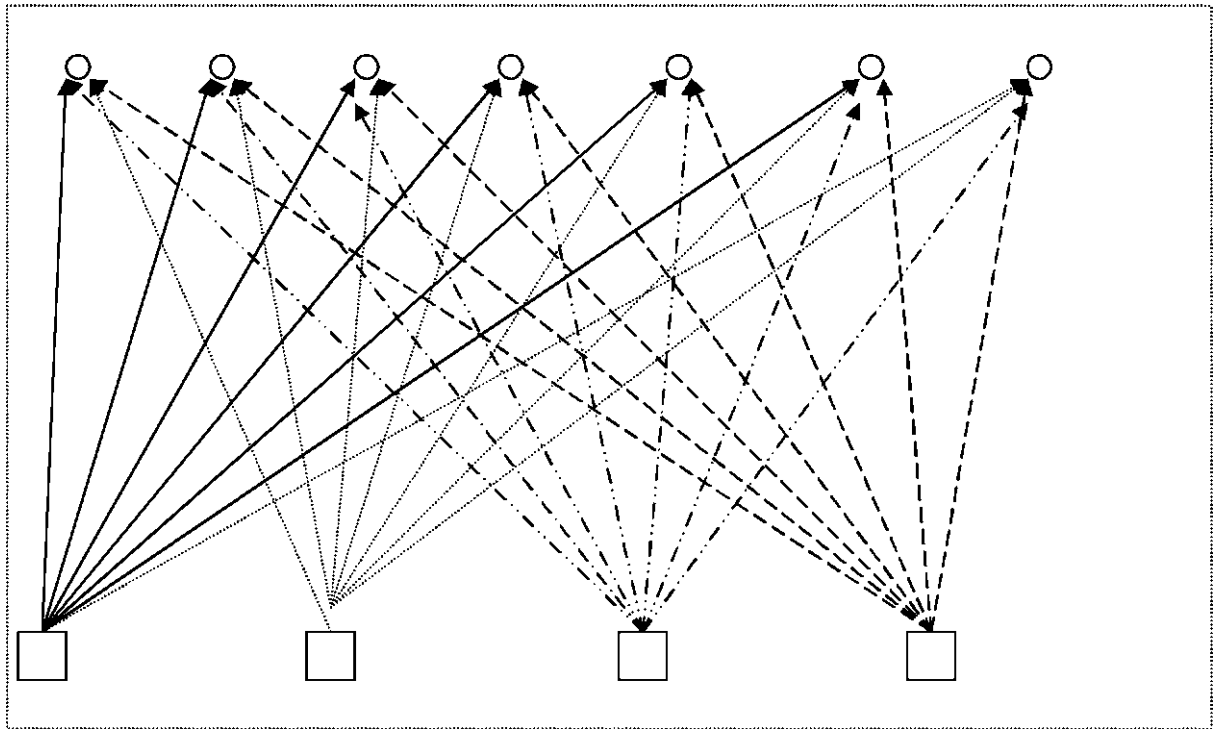

Рис. 2. Схема измерений горизонтальных углов
3. Определить эталонные значения с каждого столика по схеме рис. 2 (не менее 6 круговых приёмов). Выполнять измерения на каждой стойке, не изменяя центрирования.